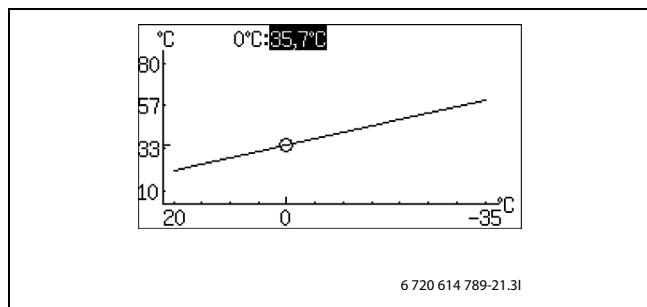

Bild 59
- ▶ Vrid ratten när fyrkanten är markerad tills 0 °C är markerad (→ Bild 59).